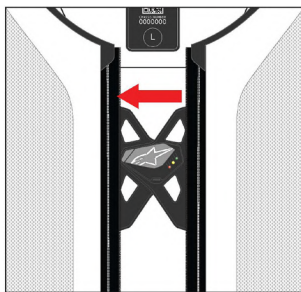

Abbildung 11: Einschalten des Systems
1. Setzen Sie das System auf, wobei der Konverter (4) vorne angebracht sein muss.
2. Schließen Sie den vorderen Verschluss (3) und achten Sie darauf, dass der Klettverschluss richtig angebracht ist, indem Sie die Bereiche wie in Abbildung 11 gezeigt ausrichten; das System schaltet sich automatisch ein, sobald der vordere Verschluss (3) am Klettverschlussbereich angebracht ist.
3. Nachdem der vordere Verschluss (3) korrekt geschlossen wurde, überprüfen Sie anhand der LED-Anzeige (2), ob sich das System eingeschaltet hat und ob es korrekt gestartet wurde (siehe Abschnitt 13, „Display-Anzeigen“). Insbesondere muss der Benutzer überprüfen, dass nach dem Einschalten des Systems keine Systemstörung vorliegt.
2. Installation des Systems. Entfernen Sie das Innenfutter aus der schützenden Oberbekleidung. Falls vorhanden, schließen Sie zunächst die integrierte LED-Anzeige über den Anschluss für die externe LED-Anzeige (17) an. Fügen Sie dann das System in die Oberbekleidung ein und achten Sie dabei auf die korrekte Positionierung aller Klettverschlüsse. Verbinden Sie schließlich die Reißverschlüsse des Systems mit den Reißverschlüssen an der Oberbekleidung. Fügen Sie nun das Innenfutter ein, führen Sie es innen an den Ärmeln vorbei und stellen Sie sicher, dass der vordere Verschluss (3) frei liegt, damit sich das System einschalten kann, sobald die Oberbekleidung angelegt ist.
3. Ziehen Sie das Kleidungsstück an. Ziehen Sie die Oberbekleidung (mit dem integrierten System) an und schließen Sie den vorderen Verschluss (3). Achten Sie dabei darauf, die Klettverschlussbereiche richtig zu befestigen, wie in Abbildung 11 dargestellt; das System schaltet sich automatisch ein, sobald der vordere Verschluss (3) am Klettverschlussbereich befestigt ist.
4. Systemüberprüfung. Nachdem der vordere Verschluss (3) korrekt geschlossen wurde, überprüfen Sie die LED-Anzeige (2), um sicherzustellen, dass das System eingeschaltet und korrekt gestartet wurde (siehe Abschnitt 13, „Display-Anzeigen“). Insbesondere muss sich der Benutzer vergewissern, dass nach dem Einschalten des Systems keine Systemstörung vorliegt.